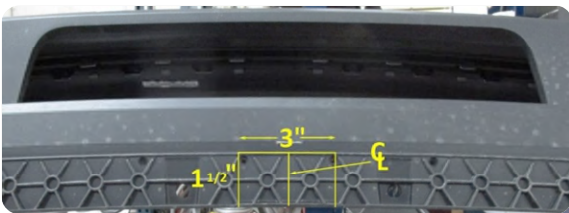

Figura 2 – Vista inferior
- 1. Recortar la tapa del parachoques** - Medir para encontrar el centro de la fascia, marcar una línea central en la parte inferior de la fascia y recortar como se muestra en la Figura 2 . Marcar una línea central en la porción vertical de la fascia y recortar como se muestra en la Figura 3* No quitar mediante recorte el borde inferior. *Las dimensiones son aproximadas y se pueden ajustar para que calce y por motivos de estética*
- 2. Bajar el escape y quitar los fijadores existentes** - Bajar el escape al eliminar (2) pernos de cada soporte colgante del escape trasero (1 por lado) con un cubo de 13 mm. Quitar (4) pernos M10x1.5x40mm desde el exterior de los largueros del bastidor (2 por lado) con un cubo de 16 mm. **NOTA:** Asegúrese de que el escape esté apoyado después de bajarlo.
- 3. Instalar el enganche:** Usando el cable de insertar ⑤, introducir (2) pernos de carruaje ① y (2) espaciadores ② a través del orificio de acceso como se muestra en la Figura 4 y 5, ambos lados. Dejar los cables de insertar unidos a las piezas y dejar las piezas en el interior del bastidor temporalmente. Levantar el enganche y pasar el cable de insertar instalado anteriormente a través de la ranura del soporte del enganche. Retirar los cables de insertar y sin apretar instalar la arandela cónica ③ y la tuerca hexagonal ④ en el enganche. Ver Figura 2.